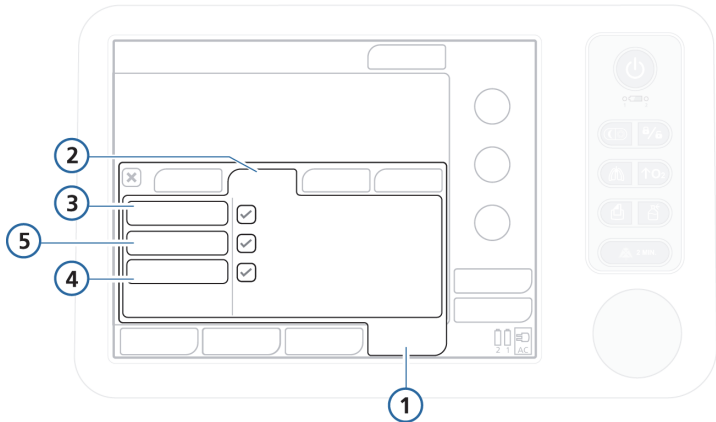

Figura 4-2. Janela Testes & Calib
2. Selecione **Teste Vazamento** na janela Testes & Calib (Figura 4-2).
2. Selecione **Sens Fluxo** na janela Testes & Calib (Figura 4-2).